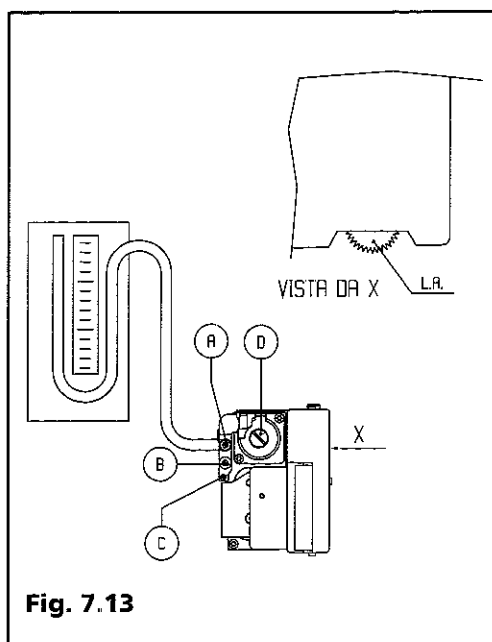

Fig. 7.13
7.3 Taratura delle pressioni al bruciatore, verifiche preliminari (Fig. 7.13)
Per effettuare taratura e verifiche è indispensabile munirsi di misuratore di pressione (a colonna d'acqua o digitale) e cacciavite a taglio piccolo e grande. Procedere come di seguito descritto (fig. 7.13):
regolazione lenta accensione (L.A. Fig. 7.13) posta nella parte laterale destra della scheda d'accensione, portare la pressione del gas al livello richiesto. È consigliabile tarare la lenta accensione in fase discen-